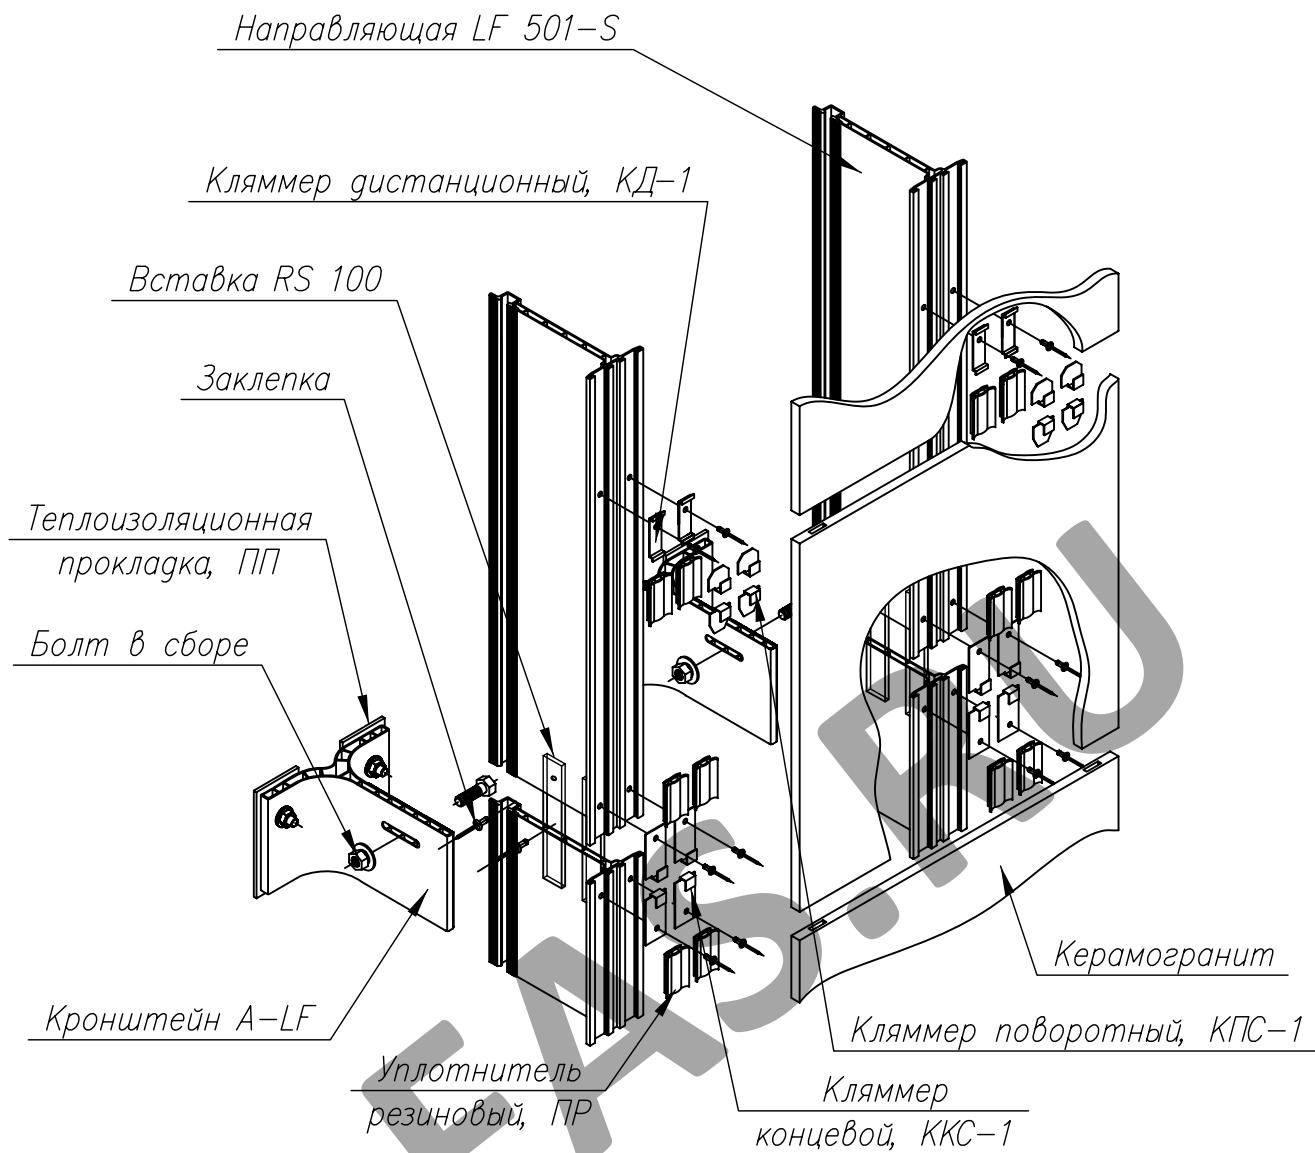

Рис. 5.
3.5. Для крепления последующих плит необходимо на дистанционный кляммер КД-1 установить поворотный кляммер и повторить операции в последовательности описанные п.п. 3-3.5 (рис. 5).